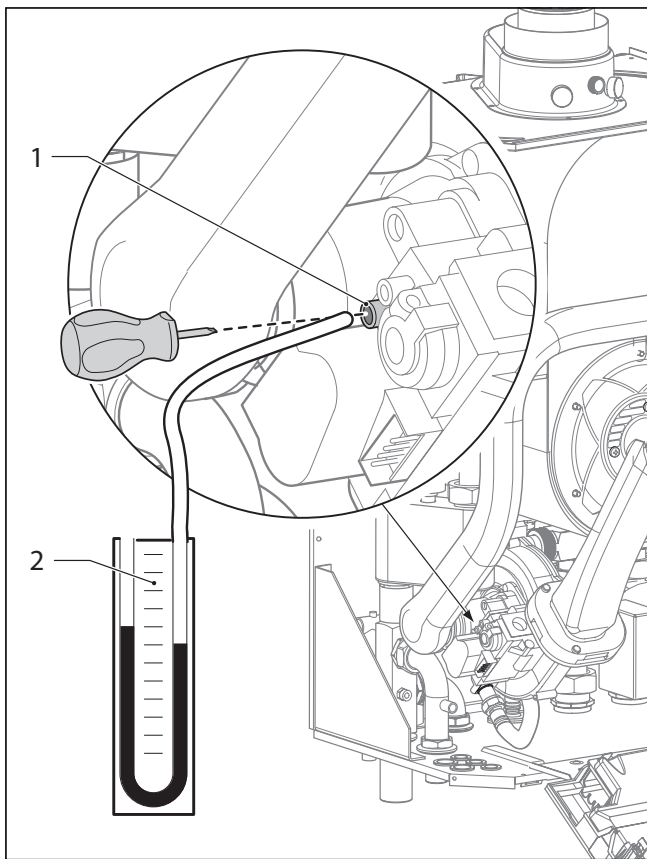

Fig. 5.3 Măsurarea presiunii de racord
Pentru verificarea presiunii de racord, procedați după cum urmează (vezi fig. 5.3):
- Detașați manometrul și strângeți din nou șurubul de etanșare (1, fig. 5.3) cu instrumentul ajutător atașat.